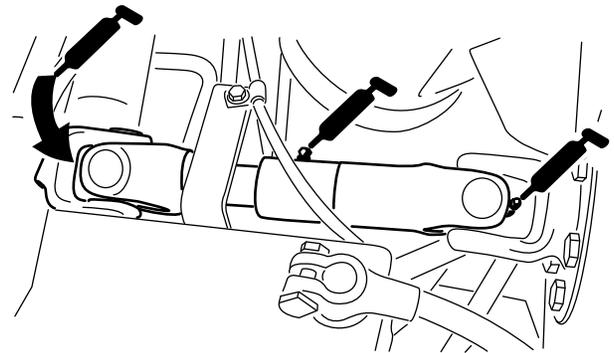

Bild 52
- U-Gelenk der Pumpenantriebswelle (3) (Bild 52)